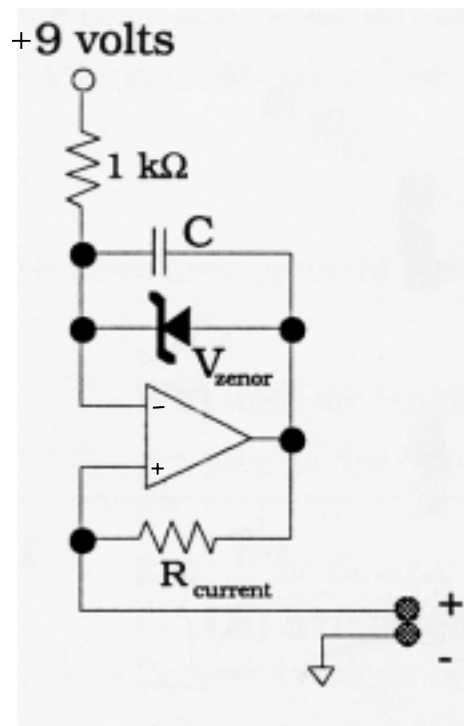

Fig. 3: Schéma de la source de courant constant
1) Fabrication d'une source de courant constant de $10 \mu\text{A}$ pour alimenter la diode (fig.3 et 4a).